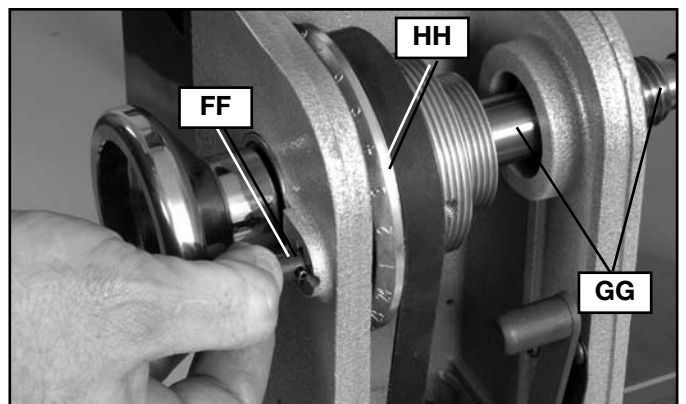

Fig. 21
Le tour est doté d'une goupille d'indexation (FF), fig. 21. Elle permet de bloquer l'arbre (GG) en 24 positions différentes [comme inscrit sur la roue indexée (HH)] pour satisfaire aux diverses applications. Utilisation de l'outil :
1. Tourner la roue indexée (HH) de sorte que l'arbre soit dans la position voulue.
2. Tirer légèrement sur la goupille d'indexation (FF) pour la dégager de sa rainure.
4. Relâcher la goupille d'indexation (FF) pour qu'elle s'insère dans la roue indexée de numéros (HH), fig. 21 et bloque l'arbre (GG) en position.